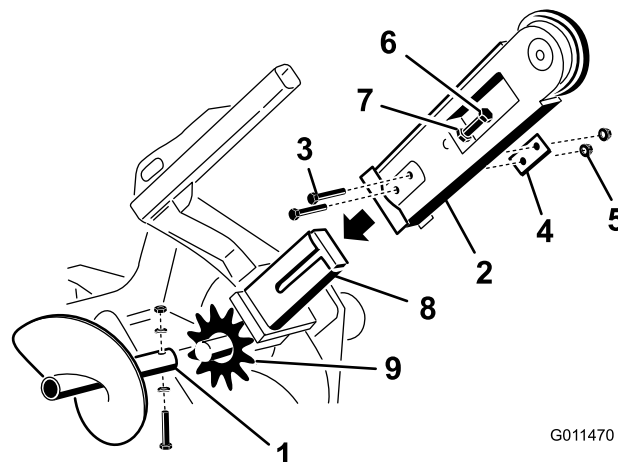

Figura 4
2. Retire el perno, las 2 arandelas curvas y la tuerca que sujetan el sinfín para escombros, y retire el sinfín (Figura 4). Guarde los herrajes para su uso futuro.
3. Retire los 2 pernos, las tuercas y las arandelas dobles de los lados de la espada (Figura 4).
4. Afloje el perno de ajuste y la contratuerca (Figura 4).